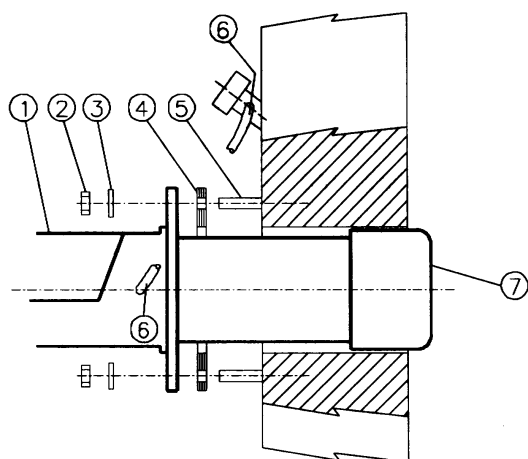

Рис. 4
- 2). завинтить (5) крепежных винта, в соответствии с шаблоном для просверливания отверстий, описанного в параграфе "Габаритные размеры" ;
- 8) закрепить с помощью гаек винты котла согласно схеме данной на Рис. 4.
ВНИМАНИЕ: диафрагма D исполнительного механизма SKP2 должна находиться в вертикальном положении (Abb. 4).